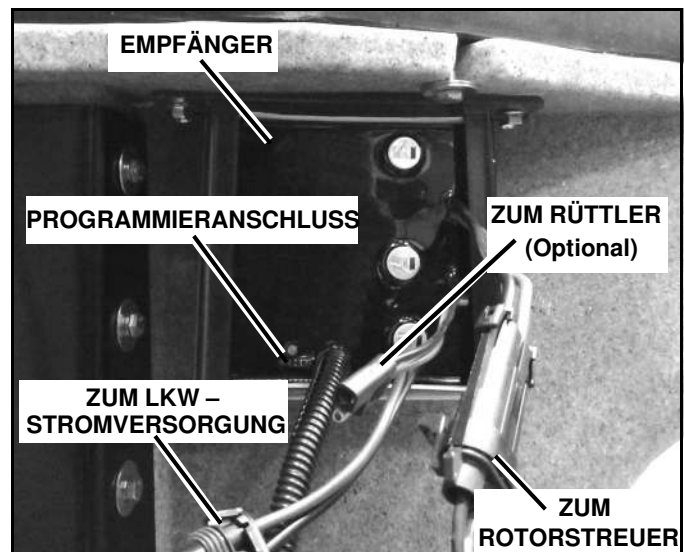

Abb. 1-6
2. Befestigen Sie den Empfänger durch das Einschrauben der zwei (2) selbstbohrenden Schrauben 5/16" durch die Löcher im Träger und im Trichter.
3. Schieben Sie den Empfänger in den Träger, wobei der 6-polige Programmieranschluss unten angeordnet sein muss. Befestigen Sie den Empfänger mit einer (1) Sechskantschraube 1/4" x 6" und einer (1) Sicherungsmutter 1/4" (Siehe Abb. 1-6).
4. Stecken Sie die Kabelbäume vom Rotorstreuermotor und vom Rüttler (optional) in die entsprechenden Stecker am Empfänger (Siehe Abb. 1-6).